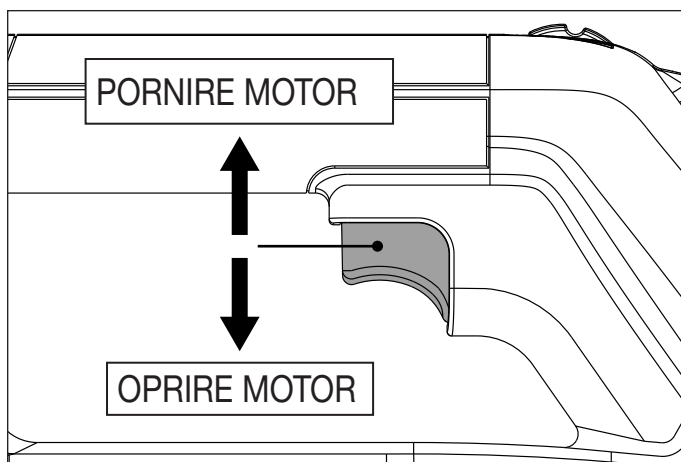
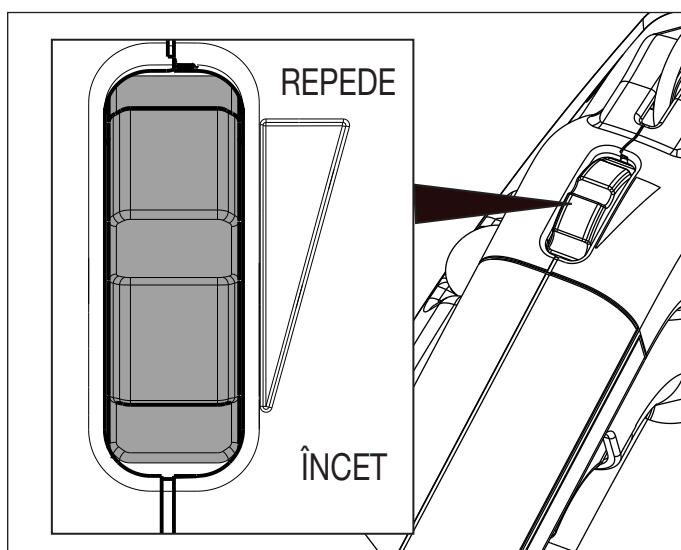

Figura 9: Funcționarea butonului de pornit/oprit
Figura 10: Buton rotativ de reglare a turației motorului
Motorul pompei este comandat cu ajutorul unui buton de pornit/oprit. Consultați Figura 9.
1. Asigurați-vă că ați pornit (ON) comutatorul de alimentare al pompei (I).
2. Pentru a porni motorul pompei, apucați ferm mânerul de transport și trageți butonul de pornit/oprit în sus. Pentru a acționa motorul mai repede, rotiți butonul rotativ în față. Pentru a acționa motorul mai încet, rotiți butonul rotativ înapoi. Consultați Figura 9 și Figura 10.
- Turația motorului poate fi reglată după cum este necesar, utilizând butonul rotativ de reglare de pe pompă. Rotiți butonul rotativ înainte pentru a acționa motorul mai repede. Rotiți butonul rotativ înapoi pentru a acționa motorul mai încet. Consultați Figura 10.